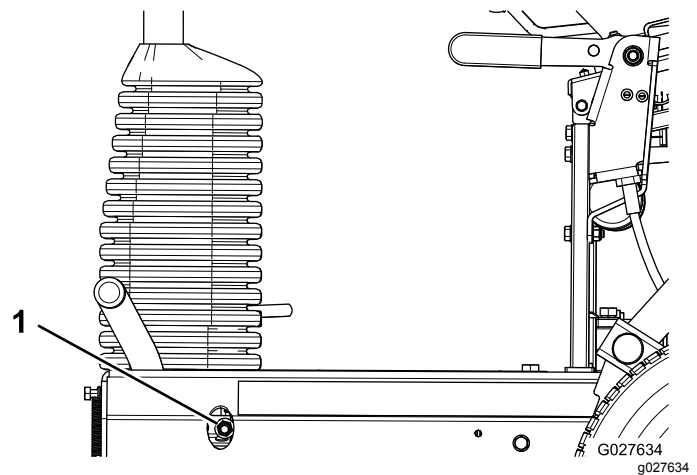

Figura 37
- Per aumentare la forza frenante, serrate il dado di bloccaggio del freno (Figura 37).
- Per diminuire la forza frenante, allentate il dado di bloccaggio del freno (Figura 37).